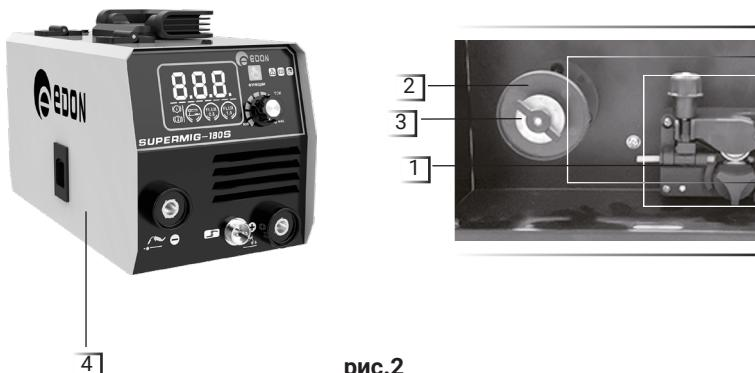
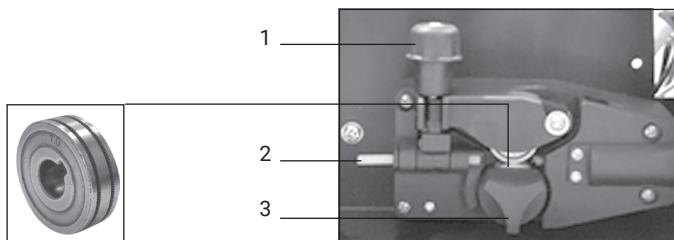

рис.2
рис.5
Сварочный инвертор выполнен в металлическом корпусе с вентиляционными отверстиями и снабжен вентилятором охлаждения для отведения излишнего тепла. На боковой панели расположен механизм подачи сварочной проволоки (рис.2 поз.1), шкив (рис.2 поз.2) и фиксатор шкива (рис.2 поз.3), скрытый под внешней крышкой (рис.2 поз.4) отсека подающего механизма.
10. Установите катушку с сварочной проволокой на шкив (рис.2 поз.2) так, чтобы при подаче проволоки катушка вращалась против часовой стрелки, для этого необходимо открутить фиксатор шкива (рис.2 поз.1), установить катушку и зафиксировать ее в обратной последовательности, после чего пропустите сварочную проволоку в механизм подачи (рис. 5):
- открутите фиксатор изменения усилия зажатия (рис.5 поз.1) и откройте прижимной механизм подачи проволоки, отведя его вверх;
- проверьте, чтобы размер канавки ролика на прижимном механизме соответствовал диаметру используемой сварочной проволоки, при необходимости поменяйте положение ролика, открутив фиксатор ролика (рис. 5 поз.3) против часовой стрелки;
- пропустите проволоку внутри направляющей трубы (рис.5 поз.2) и дальше в механизм подачи;
- опустите прижимной механизм и установите необходимое усилие прижима ролика поворотом фиксатора (рис.5 поз.1);